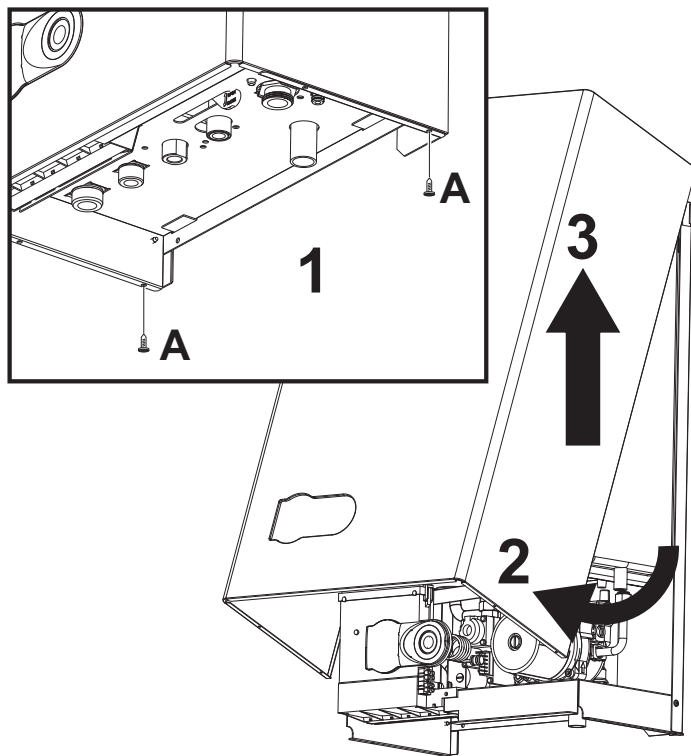

рис. 7 - Открытие кожуха
1. Отвинтите винты "А" (см. рис. 7).
2. Поверните кожух (см. рис. 7)